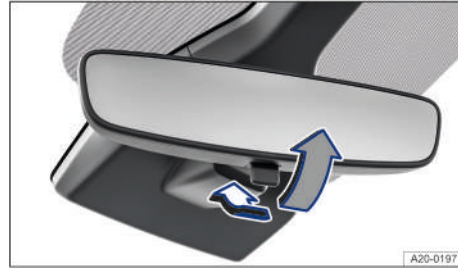

Fig. 123 En el parabrisas: retrovisor interior antideslumbrante manual.
- Para oscurecer el retrovisor, tire de la palanca hacia atrás → fig. 123.